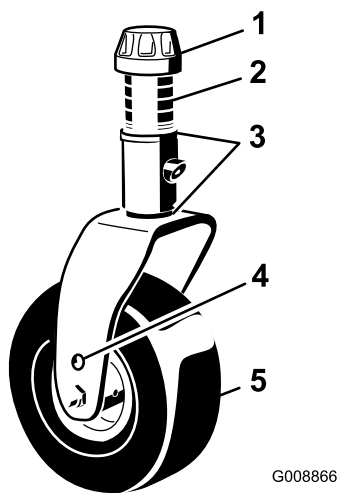

Figure 16
3. Enlevez le chapeau de tension de l'axe de pivot (Figure 16) et sortez l'axe du bras pivotant. Remplacez les 2 cales (3 mm [1/8 ]) sur l'axe de pivot comme à l'origine. Elles sont requises pour que les tabliers de coupe soient parfaitement de niveau sur toute la largeur. Placez le nombre requis d'entretoises de 13 mm (0,5 po) (voir la table ci-dessous) sur l'axe de pivot pour obtenir la hauteur de coupe voulue, puis ajoutez la rondelle.